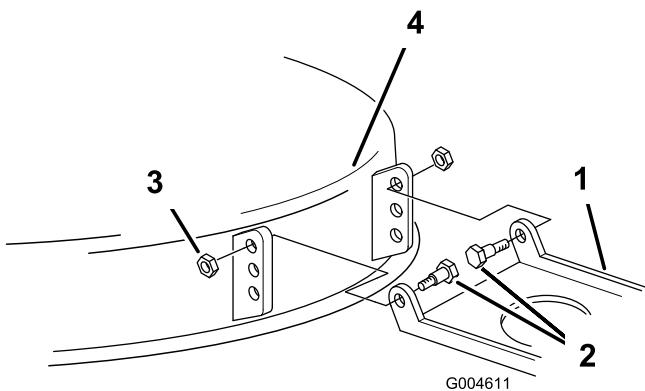

Figura 49
18. Si no es posible lograr una inclinación de la parte delantera de 6 a 16 mm girando la tuerca de ajuste de la inclinación, mueva el soporte de pivote del cortacésped (Figura 49).
19. Retire los pernos de cuello largo y las contratuerca del cortacésped (Figura 49).
20. Baje el pivote del cortacésped al taladro inmediatamente inferior y vuelva a colocar los pernos de cuello largo y las contratuerca (Figura 49).